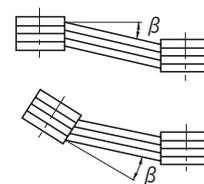

図 J16
- 両プーリー間の平行度、偏心率は $\beta = 20'$ 以内としてください。(図 J16 参照)